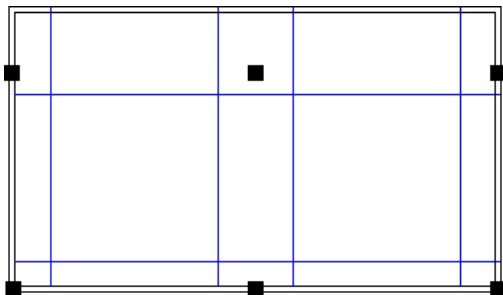

图 17.12.19 调整长度
(4) 将偏移出的直线图层切换到“门窗”图层。首先将创建出来的偏移直线全部选中，然后在“图层”面板中选择“门窗”图层。
(5) 选中偏移的直线，将直线的长度大致调整至图 17.12.19 所示的长度。